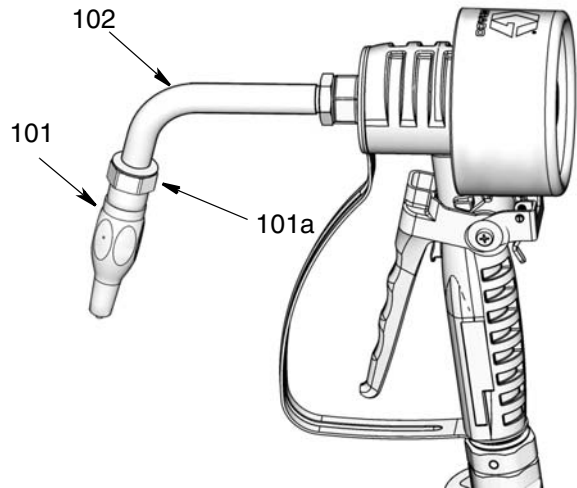

ABB. 7
- a. Die Düse (101) wie in ABB. 7 auf die Verlängerung (102) drehen.
- b. Einen verstellbaren Maulschlüssel an den flachen Stellen der Düsenbuchse (101a) (ABB. 7) ansetzen, um den Anschluss festzuziehen.